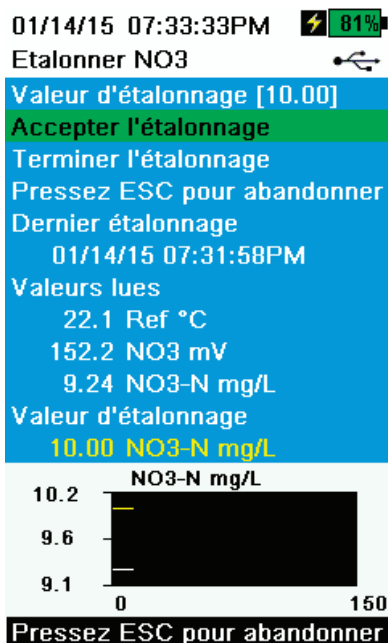

Figure 55 Étalonner l'EIS
6. Observez les lectures de mesure réelles (la ligne blanche du graphique n'indique aucun changement important pendant 40 secondes), puis sélectionnez **Accepter l'étalonnage** (Figure 55). La mention « Prêt pour le point d'étalonnage 2 » s'affiche dans la zone de messages.
11. Observez les lectures de mesure réelles (la ligne blanche du graphique n'indique aucun changement important pendant 40 secondes), puis sélectionnez **Accepter l'étalonnage** (Figure 55). La mention « Prêt pour le point d'étalonnage 3 » s'affiche dans la zone de messages.